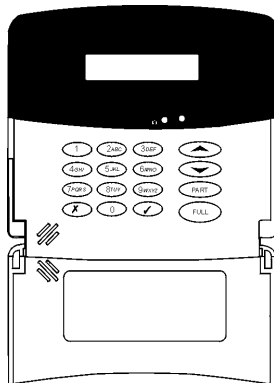

Figura 3: Teclado de Programación LCD (PK836)
7. Tutte funzioni di registrazione e collaudo, descritte nelle parti seguenti, sono compiute dal tastierino di programmazione LCD (PK836) indicato nella figura 3. Collegare il tastierino (PK836) al connettore per il tastierino (PK836).